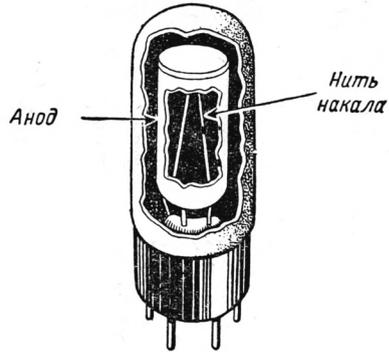

Рис. VI.132. Двухэлектродная электронная лампа.
**Выпрямители на ламповых диодах.** Двухэлектродные электронные лампы, называемые диодами (рис. VI.132), используются в качестве однополупериодных выпрямителей. В диоде имеются прямонакальный катод и анод. Напряжение на выпрямитель, напряжение накала выпрямляющей лампы, а также напряжение накала для других ламп радиоприемника подается с силового трансформатора (рис. VI.133).